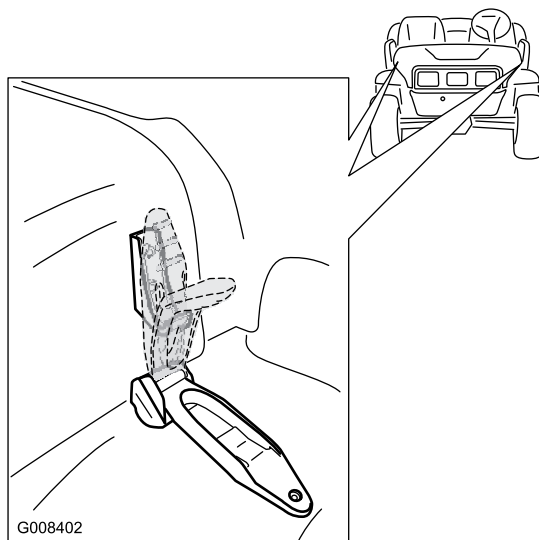

Figura 26
1. Eleve a pega dos trincos de borracha de cada lado do capot (Figura 26).
2. Segure no capot alinhando os trincos de borracha com as âncoras do trinco em cada lado do capot (Figura 26).